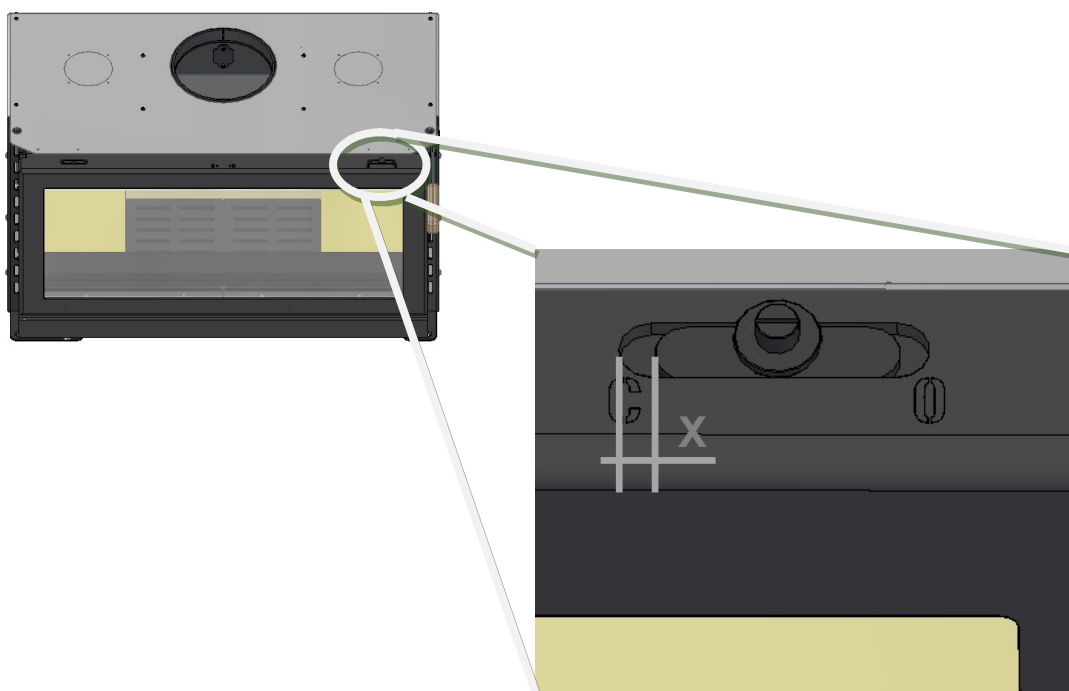

Figure 32 – Régulation de l'air secondaire dans la porte
7. Pour obtenir un bon rapport entre le rendement de l'équipement et la consommation de bois, le régulateur de porte doit être dans la position indiquée dans le tableau suivant, Figure 32.